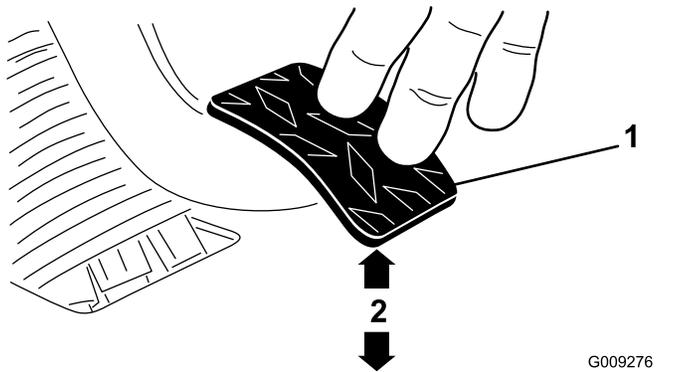

Figura 71
3. Ajuste las contratuercas o la articulación esférica hasta que el borde trasero del pedal del embrague esté a 9,2–9,8 cm del borde superior del dibujo a rombos de la chapa de suelo al aplicar una fuerza de 1,8 kg al pedal (Figura 71).